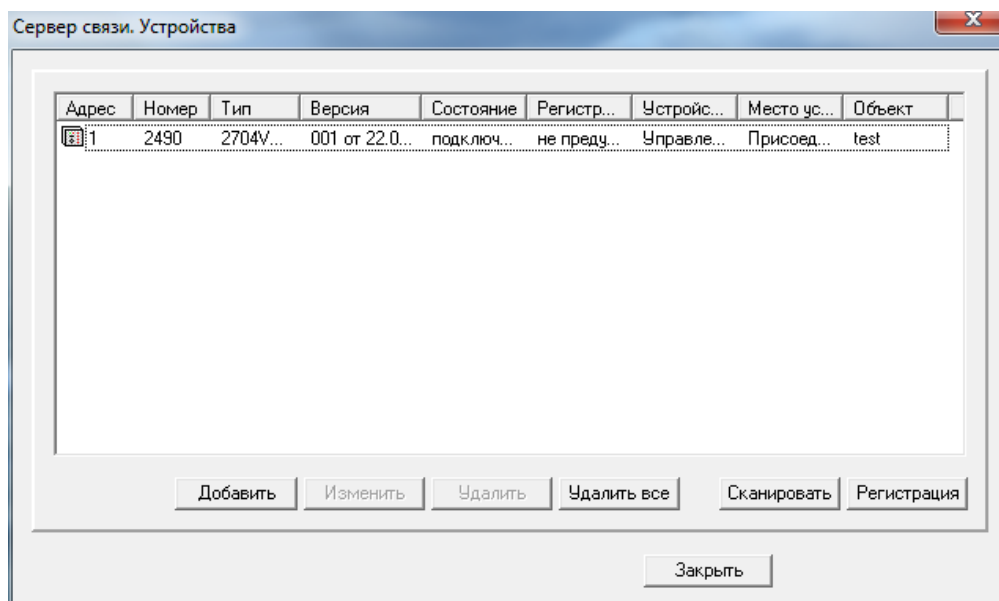

Рисунок 6.122
- выполнить запуск и настройку программы Сервер связи из состава EKRA Foundation для работы с имеющимися терминалами БЭ2704 и БЭ2502 (рисунок 6.122);